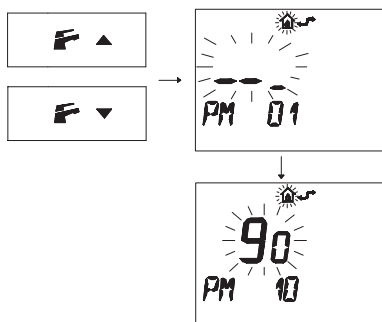

Figura 5.55
- Premere i pulsanti **F** o **F** per visualizzare la programmazione "PM10" selezione della frequenza di accensione (Figura 5.55).
Nella Figura 5.55 si visualizza un SET programmato di **90** corrispondente ad un tempo di riaccensione di 3 minuti circa. Il campo di regolazioni è da 0 a 8 minuti e mezzo.